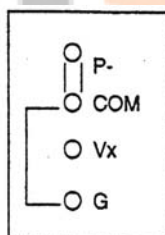

图 7 保护端连接
仪器在使用时由于环境共模干扰引起跳字不稳定，这时应将输入、输出低端 (COM) 同仪器保护端 (G) 相联接，如图 7 示。